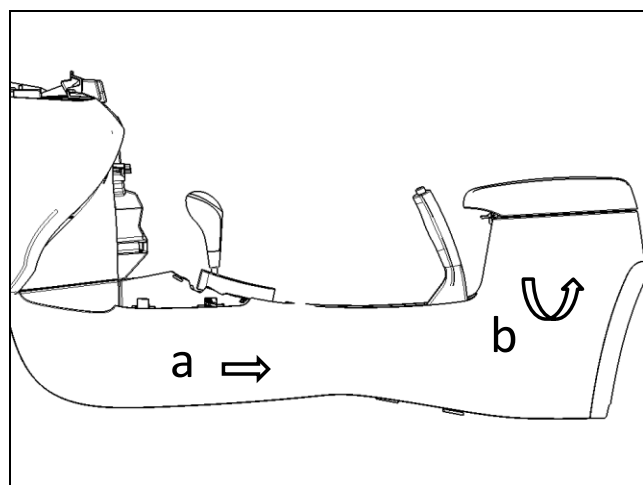

图 1.6.10 副仪表板本体的拆卸
- (4) 慢慢将副仪表板本体总成向车后方向移动适当距离，使副仪表板前端与仪表板配合处松开。
- (5) 用手拖住副仪表板本体将本体后部慢慢向上抬起，与地板成一定适当角度；同时将整个本体向上抬高，使换挡机构和手刹慢慢穿过副仪表板本体上面的过孔，最后将本体取下。如图1.6.10所示；